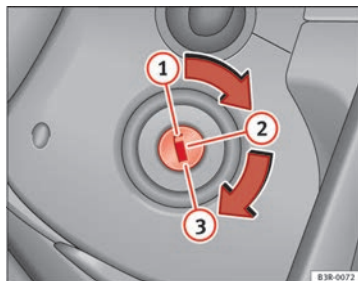

Abb. 90 Zündschlossstellungen
- Drehen Sie den Zündschlüssel auf Position ① ⇒ Abb. 90.
- Ziehen Sie den Zündschlüssel in Stellung ① ab ⇒ Abb. 90 ⇒ ⚠.